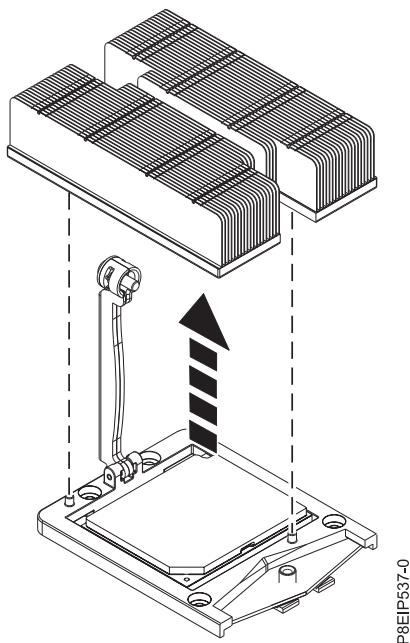

Figure 52. Retrait du dissipateur thermique
4. Tenez le dissipateur thermique et retirez-le en le soulevant à la verticale, comme illustré dans la figure 52.